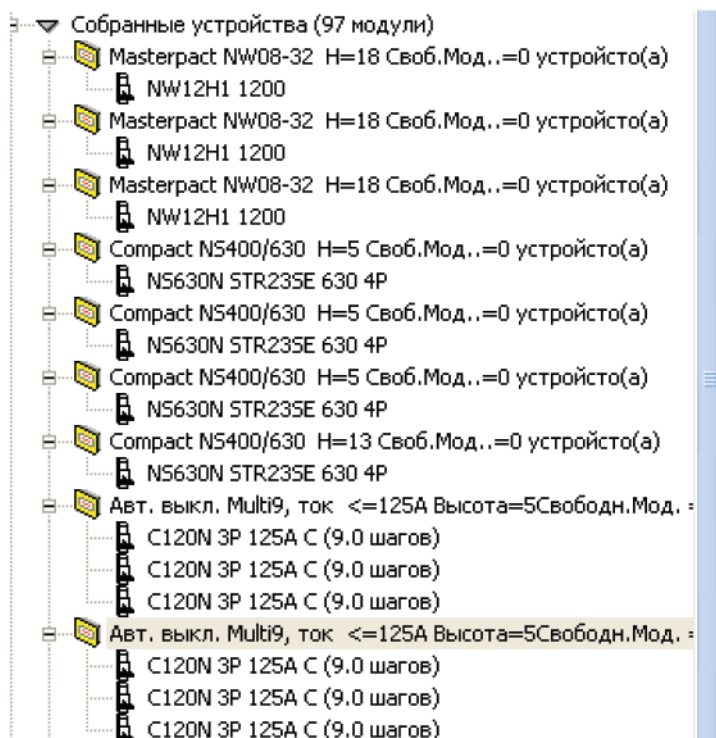

Рис. 109
25) Вспоминаем, что параллельно на одной DIN-рейке умещается до пяти 3-полюсных автоматов С120. Поэтому два раза выделяем по три выключателя С120 (логически следуя по однолинейной схеме) и перемещаем их в раздел “Собранные устройства” (рис. 109).